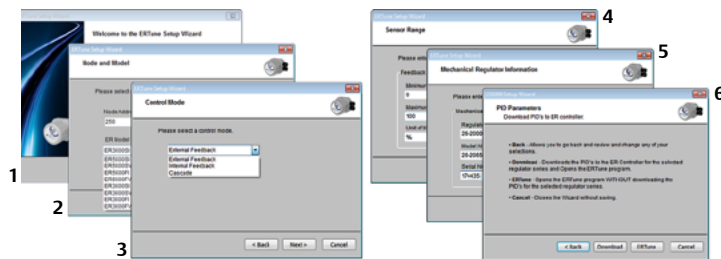

图14: ERTune™软件的安装顺序
5. ER5000 Setup Wizard (ER5000设置向导) 屏幕如图14所示。利用步骤1中的信息以完成设置。对于大多数屏幕而言, 您应用程序的默认值就是正确的设置。